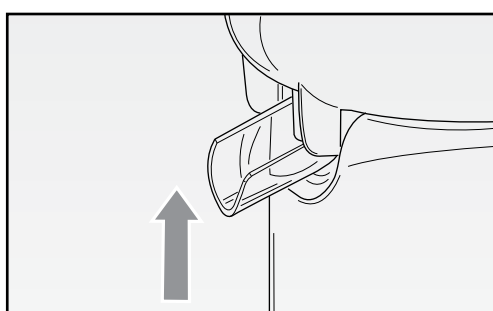

Fig. 6
- Поставить под носик подходящую ёмкость. При отжиме сока из цитрусовых плодов носик должен быть направлен вниз, чтобы дать возможность соку сливаться. После окончания отжима носик можно поднять, чтобы оставшийся сок не проливался (Рис. 6). Разрезать цитрусовые плоды. Взять одну половинку и осторожно нажать ею на конус. Мотор включится автоматически, сок будет сливаться внутрь ёмкости, а косточки и мякоть останутся на фильтре. Мотор может независимо вращаться в одну или в другую сторону. Как только весь сок будет отжат, прекратите нажим на конус. При этом мотор остановится автоматически.